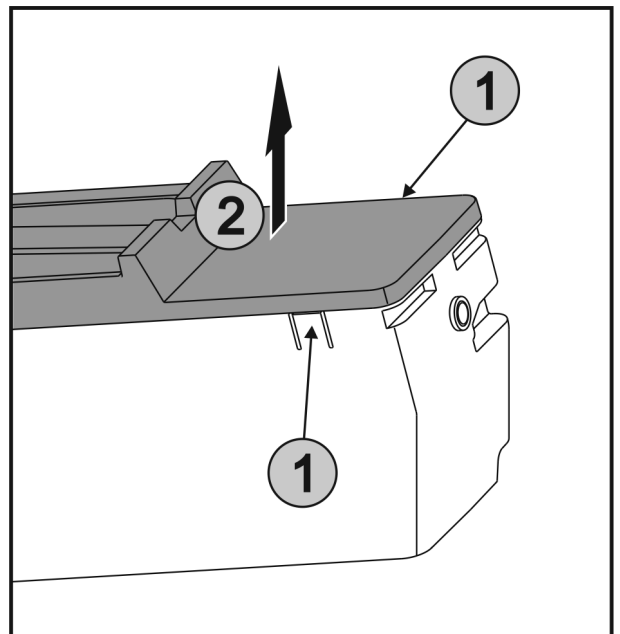

Fig. 57
- Appuyer simultanément sur les languettes Fig. 57 (1) des deux côtés de l'EasyTwist-Ice et retirer le couvercle Fig. 57 (2) vers le haut.